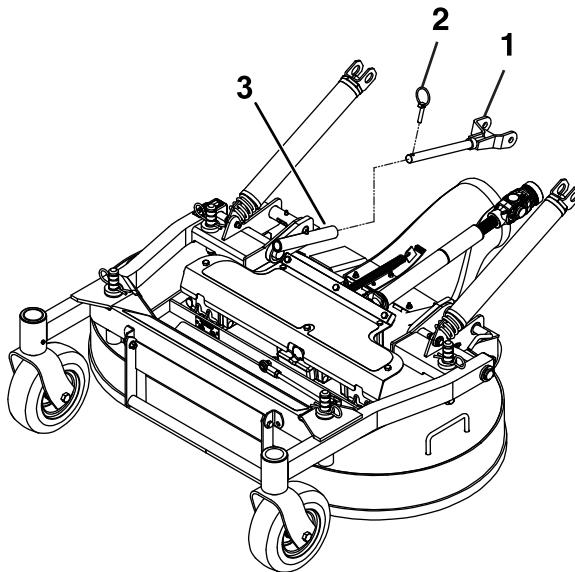

Figure 70
7. Retirez les goupilles à anneau à l'avant des bras de poussée, de chaque côté de la machine (Figure 70).
- Fixez les bras de poussée sur les côtés gauche et droit de la machine avec des goupilles à anneau (Figure 70).